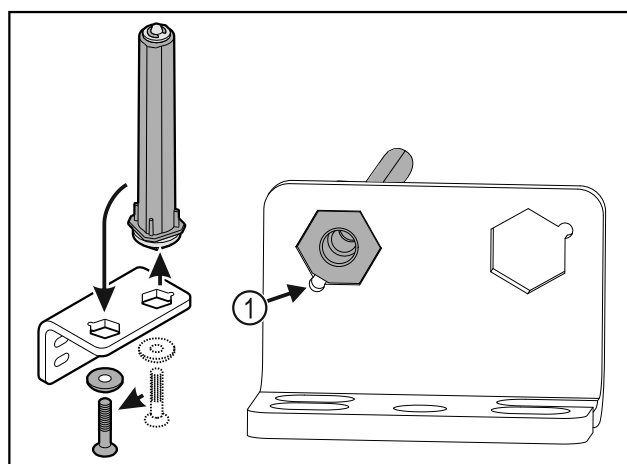

Fig. 39
- ▶ Vær derved opmærksom på, at boltens affasning Fig. 39 (1) peger mod det runde hul under isætningen.